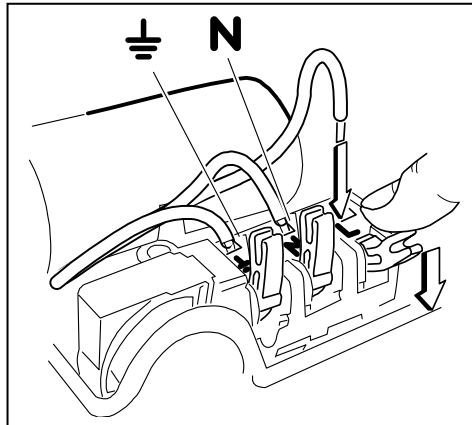

Рис. 5
- Сетевое соединение [фаза (L) – ноль (N) – земля (\perp)] должно быть выполнено в соответствии с рис. 5.